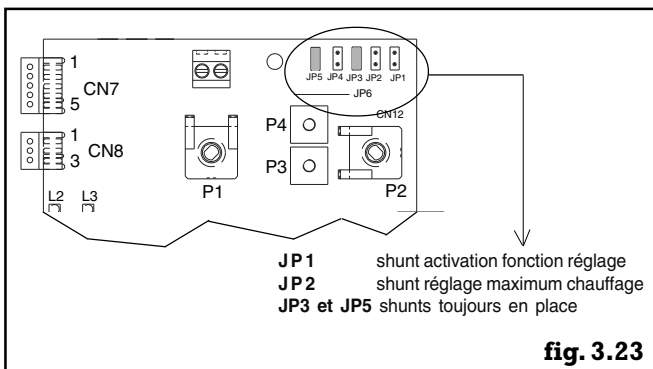

fig. 3.23
- introduire 2 shunts en position JP1 et JP2 (shunts placés dans le sachet de documentation de la chaudière) (fig. 3.23)
La fonction réglage électrique est activée et désactivée exclusivement par le shunt JP1 (fig. 3.23). Sur le tableau de commande, les indicateurs lumineux vert et rouge clignotent alternativement lorsque la fonction est active. Les 2 shunts nécessaires aux réglages sont placés dans le sachet de documentation de la chaudière.
- introduire un shunt en position JP1 (fig. 3.23) pour activer la fonction de réglage à travers les deux sélecteurs du tableau de commande
- introduire un shunt en position JP2 (fig. 3.23)